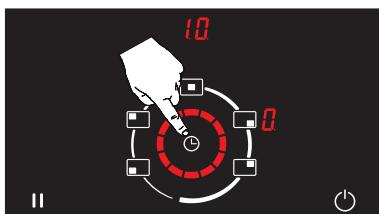

Abbildung 11
3. Sie können den gewählten Kochbereich durch Einstellen eines Timers ausschalten. Nach Ablauf der eingestellten Zeit schaltet sich das Kochfeld-Set automatisch mit einem Signalton ab. (Siehe Abb. 11)